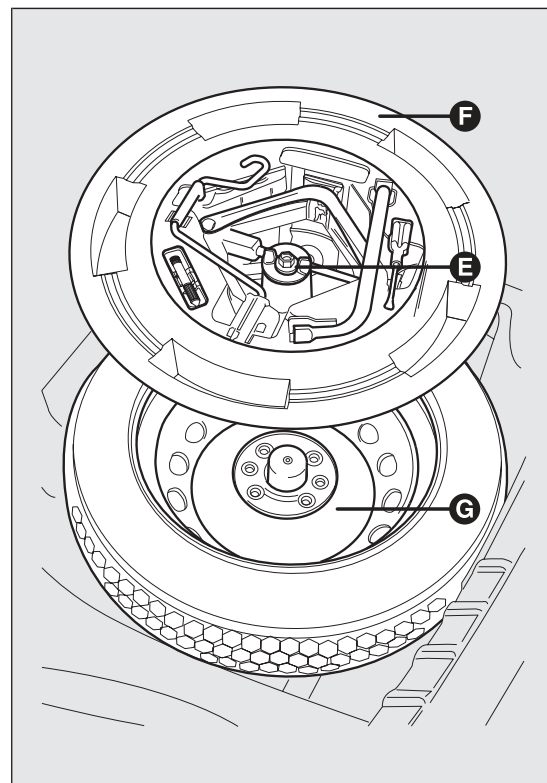

fig. 142
- ☐ loosen fastener E fig. 142;